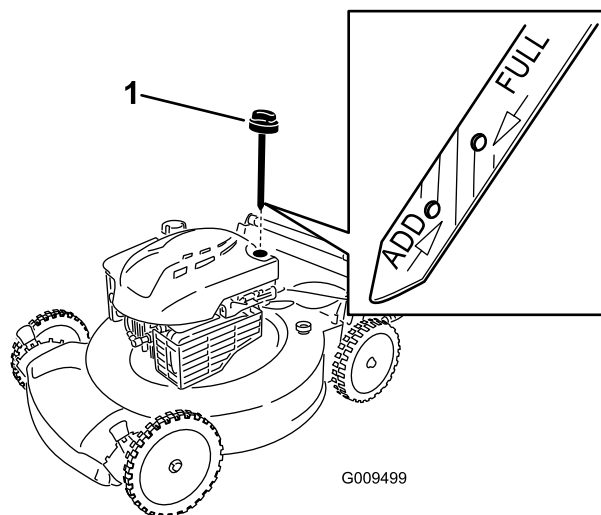

Рисунок 20
3. Извлеките масломерный щуп (Рисунок 20).
Примечание: Если уровень масла ниже отметки **Add (Долить)** на масломерном шупе, **медленно** залейте небольшое количество масла в маслозаливной патрубок и повторите действия, указанные в пунктах 8 – 10, пока уровень масла не будет на отметке **Full (Полный)** на масломерном шупе (Рисунок 20).